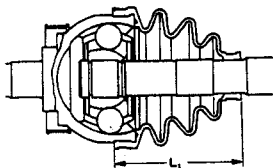

Рис. 8.12 Собранная полуось, шарнир и чехол – внешний конец полуоси (См. Раздел 4)
14. Отрегулируйте длину чехла (См. Рис. 8.12) в зависимости от типа шарнира и проверьте правильность установки. Чехол не должен быть перекошен или деформирован. Установите новые крепежные хомуты и затяните их при помощи отвертки и плоскогубцев. Загните концы хомута и закрепите крепежными язычками так, как показано на рисунке В.13.